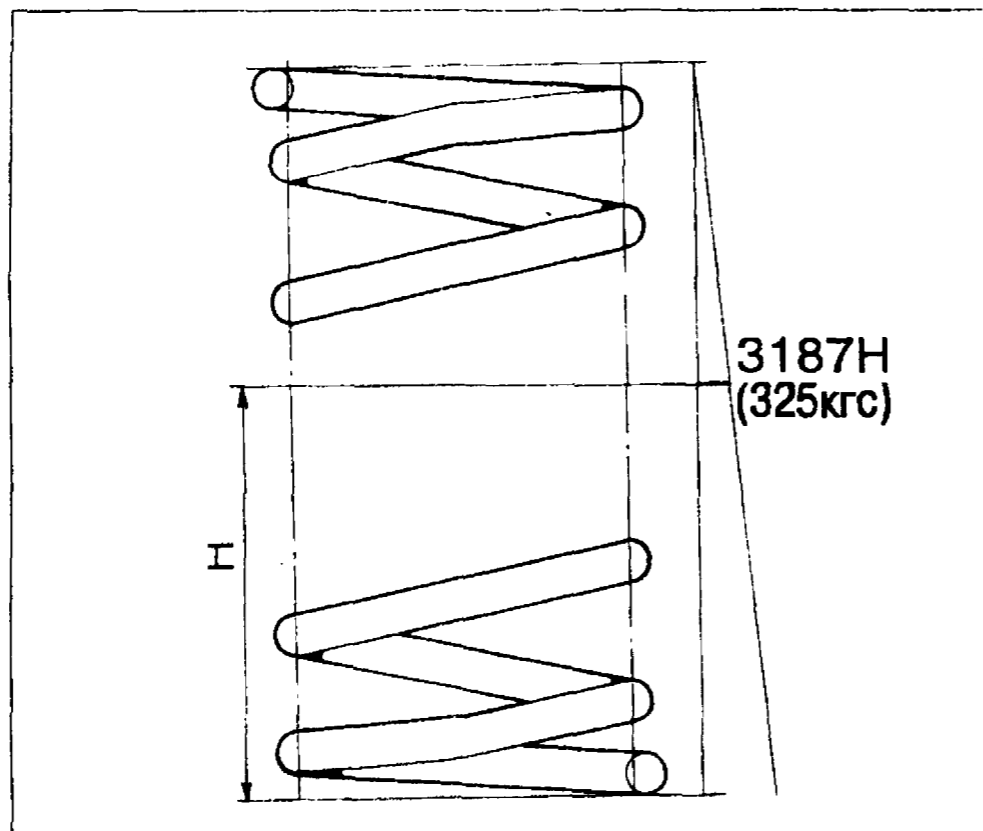

Рис.4-18. Параметры для проверки пружины передней подвески
Для проверки осадки пружины, трехкратно прожмите ее до соприкосновения витков. Затем приложите к пружине нагрузку 3187 Н (325 кгс). Длина пружины Н (рис. 4-18) под указанной нагрузкой должна быть не менее 201 (182)* мм. Сжатие пружины проводите по оси пружины, опорные поверхности должны соответствовать поверхностям опорных чашек на телескопической стойке.